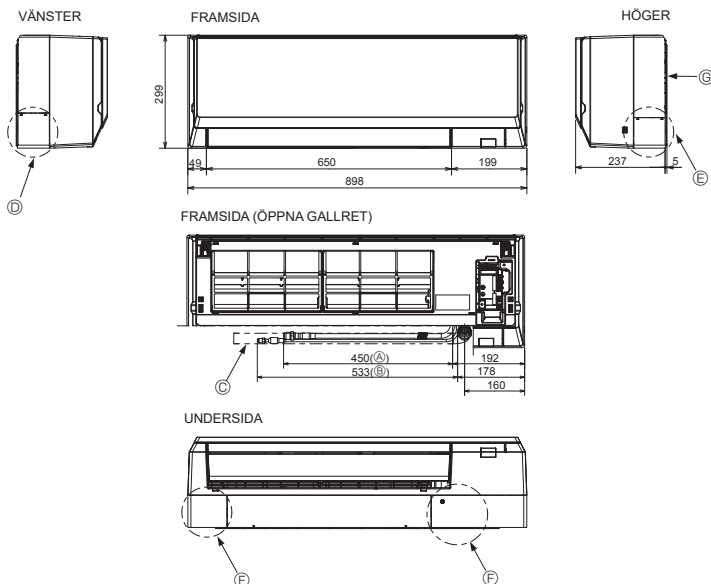

Fig. 4-3
4.3. Positionering av köldmedels- och dräneringsrör (Fig. 4-3)
- G Monteringspanel ①